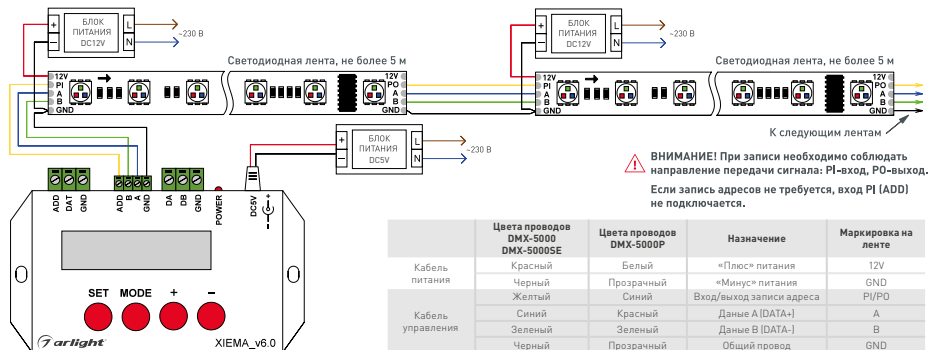

Рисунок 1. Схема подключения ленты на примере редактора адресов XIEMA\_v6.0 и с использованием отдельных блоков питания
- Подключите ленту в соответствии со схемой (рисунок 1). Соблюдайте полярность подключения и направление передачи сигнала (вход/выход). Обращайте внимание на маркировку, нанесенную на печатную плату, и на цвета соединительных проводов.
- Подключите ленту согласно схеме (рисунок 1).